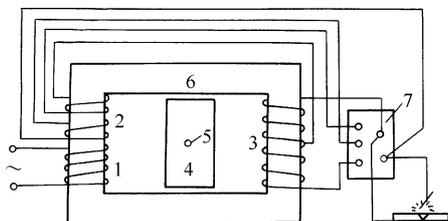

图 4-9 动铁式电焊变压器的结构示意图
1) 动铁式电焊变压器：动铁式又称磁分路动铁式电焊变压器，其结构示意图如图 4-9 所示。它是通过动铁心的前后移动，改变电抗线圈磁路的磁阻，从而改变电抗线圈的电抗值，来实现对电焊电流的调节的。